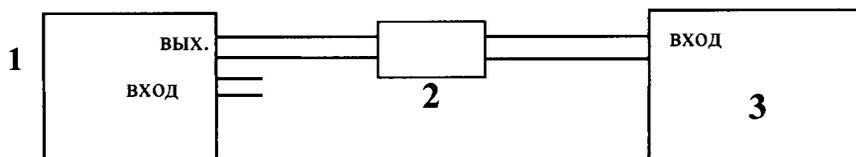

Рисунок 7 – Схема подключения для определения амплитуды колебаний электрических импульсов ГИВ
- собрать схему, показанную на рисунке (Рисунок 7);